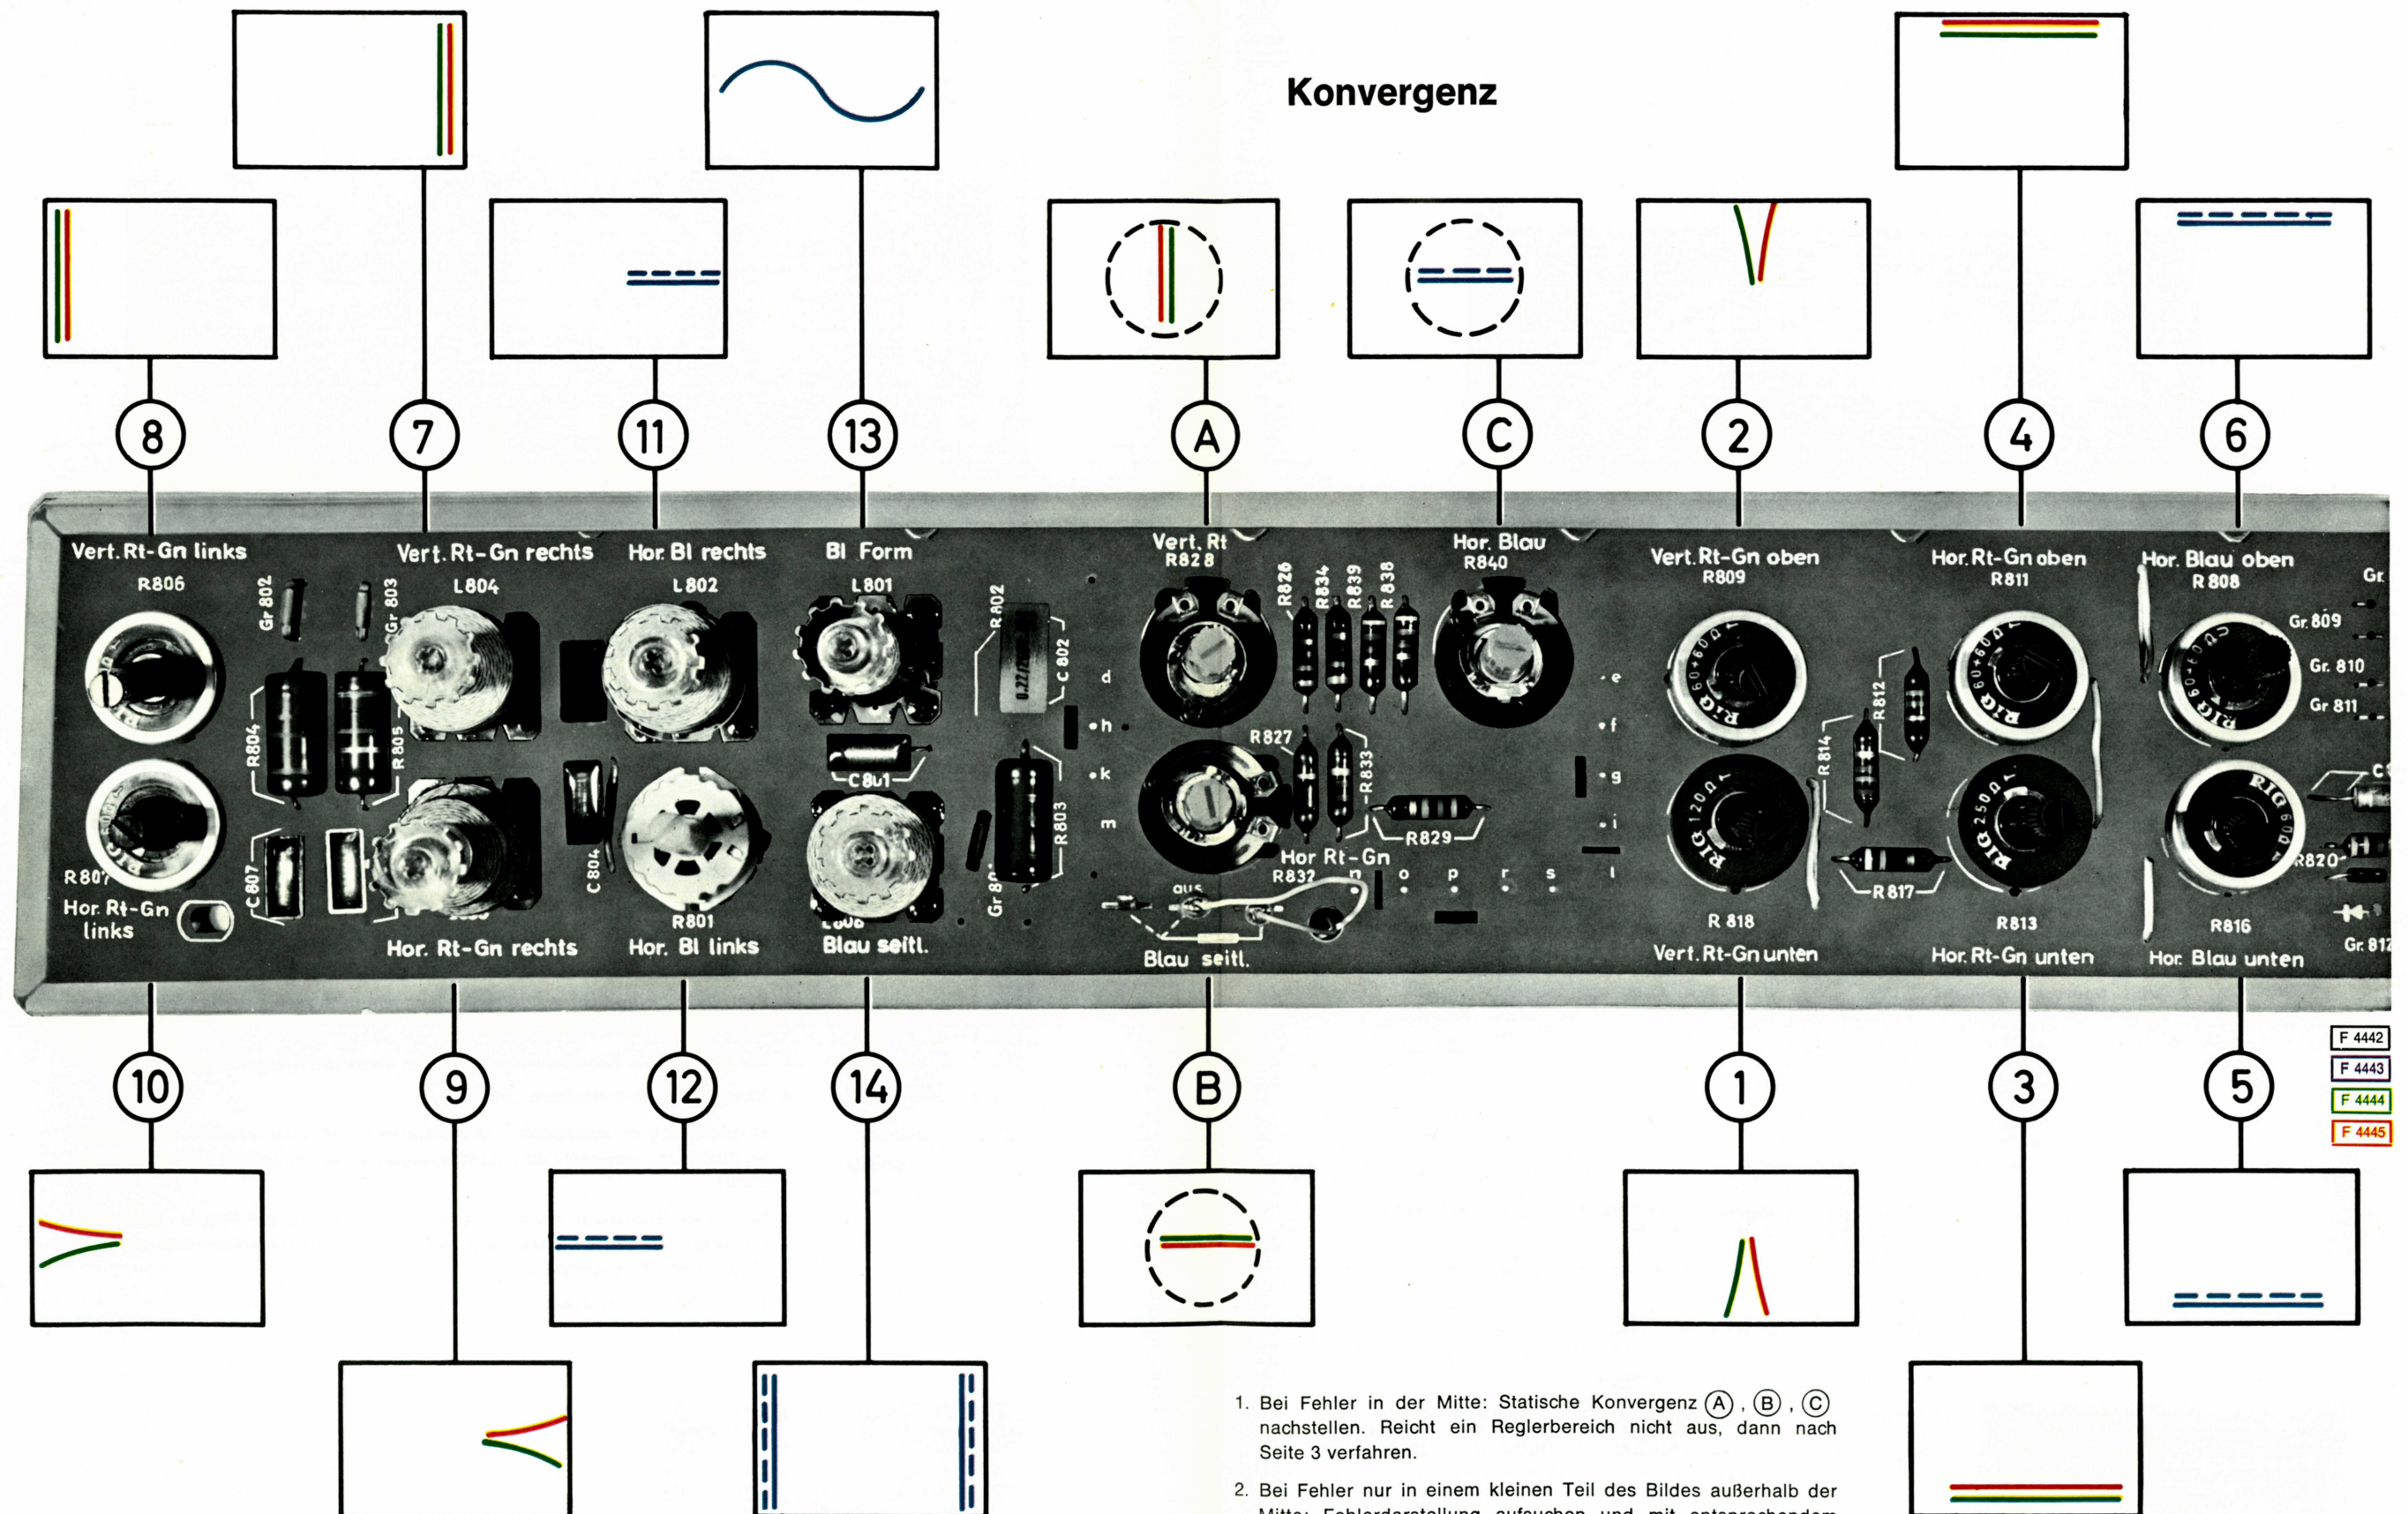

Fig. 11
Einstellregler (A), (B) und (C) in Mittelstellung (Raste) bringen (Fig. 11).
Konvergenzplatte hochklappen, Fig. 11 genau davor auf das Gehäuse legen,